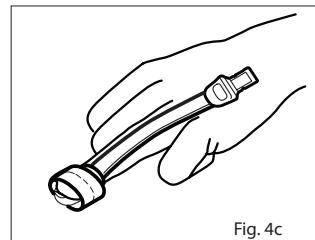

Fig. 4c
- Voir la Fig. 4c. Vérifier que le capteur est correctement positionné et le déplacer si nécessaire.